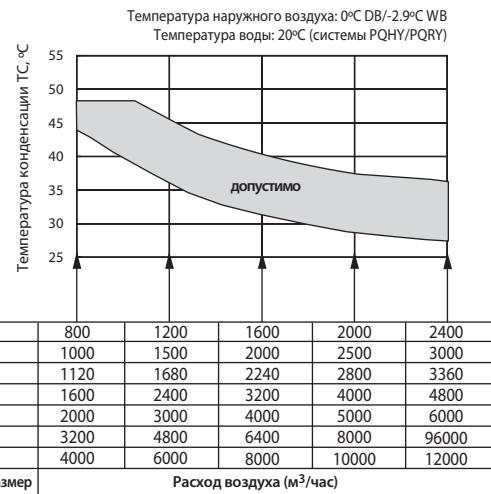

Рис. 1. Определение допустимых значений температуры конденсации
Для определения производительности фреонового теплообменника приточной установки в нагрева воздуха выберите температуру конденсации из допустимого диапазона согласно рис. 1. Если приточная установка оснащена рекуператором, то выберите значение температуры конденсации 48°C.
- Если расход воздуха меньше указанного в таблице на рис. 1, то следует выбрать значение температуры конденсации 48°C.